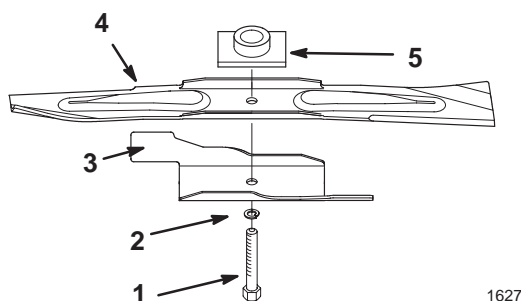

Figure 15
2. Enlevez le boulon de lame, la rondelle-frein, l'accélérateur et la lame (Fig. 15).
1. Installez une lame Toro équilibrée et bien affûtée, un accélérateur, une rondelle-frein et un boulon (Fig. 15).